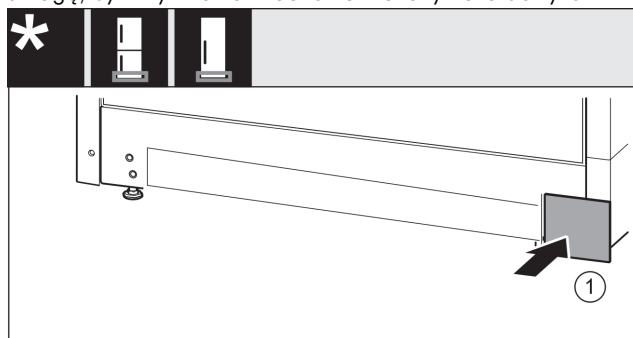

Fig. 17
- ▶ Założyć ponownie osłonę Fig. 17 (1) z drugiej strony.